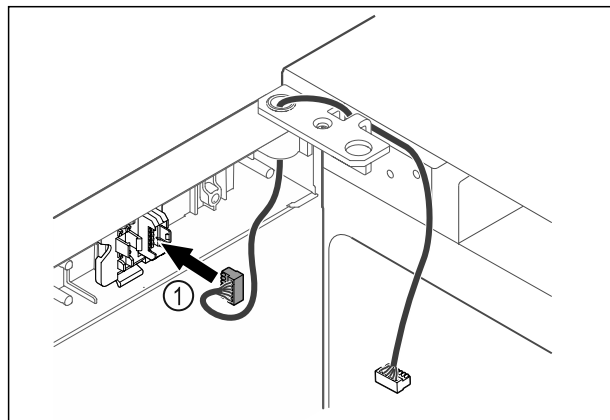

Fig. 47
- ▶ Utaknite utikač Fig. 47 (1) u držač utikača.